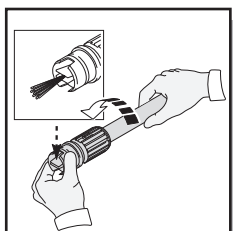

Fig. 18
- Quite la lanza ajustable. Gire la boca en la lanza ajustable a la corriente estrecha que pone que abre las hojas de ventilador (Fig. 18).